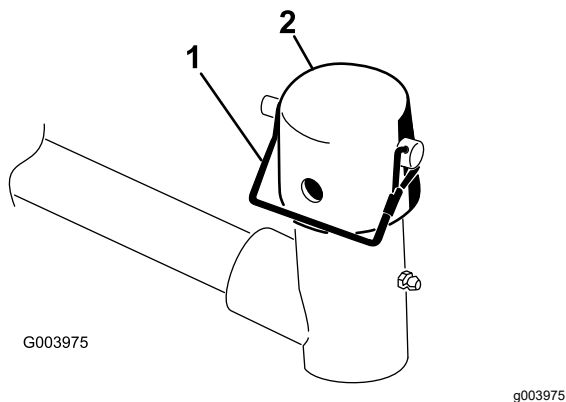

Figura 6
7. Retire el pasador de seguridad y el tapón de la horquilla de pivote del brazo de elevación (Figura 6).
Nota: Utilice la ranura si se desea que la unidad de corte sea dirigible, y utilice el taladro si la unidad de corte va a quedar bloqueada en una posición fija (Figura 6).